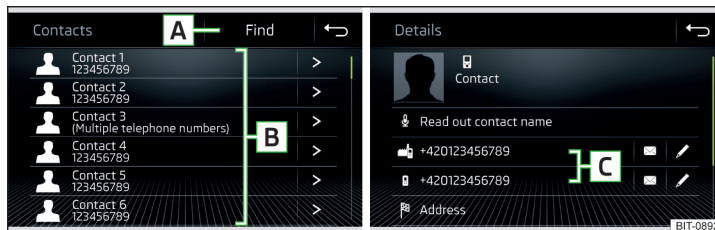

Abb. 203 Liste der Telefonkontakte / Kontaktdetails
- › Im Hauptmenü *Telefon* die Funktionsfläche  antippen, es wird eine Liste der Telefonkontakte angezeigt » **Abb. 203**.